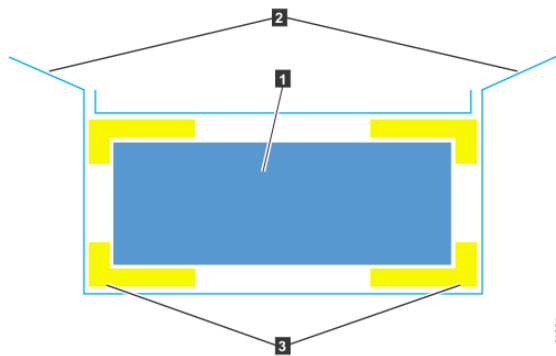

Figura 50. Materiais de embalagem
3. Recorte os cantos da caixa de envio e dobre-os para descobrir as laterais e a frente do gabinete de expansão, conforme mostrado em Figura 50 na página 54.